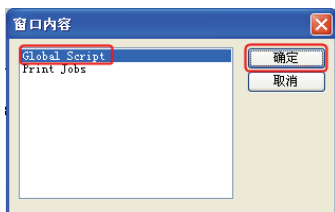
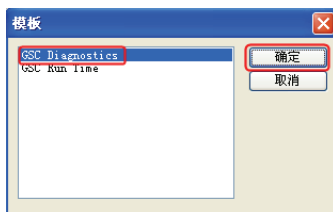
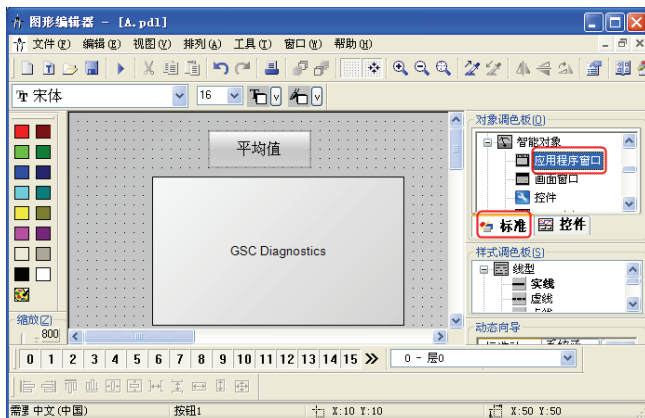

图 9-16 窗口内容
图 9-17 模版
图 9-18 图形编辑器
1) 打开图形编辑器, 将“标准”→“智能对象”中的应用程序窗口拖入图形编辑器窗口, 先弹出如图 9-16 所示的对话框, 选定“Global Script” (全局脚本), 单击“确定”按钮, 弹出如图 9-17 所示的对话框, 选定“GSC Diagnostics”, 最后, 单击“确定”按钮。图形编辑器界面如图 9-18 所示。